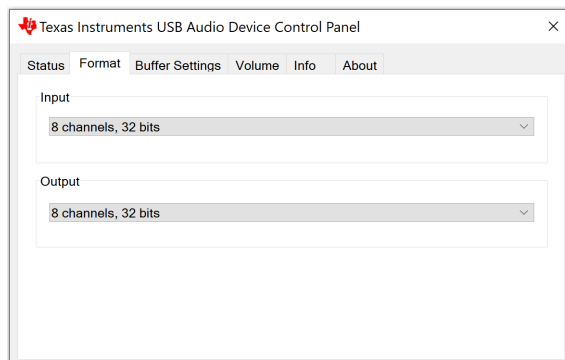

图 3-2. 德州仪器 (TI) USB 音频设备控制面板
使用 USB 音频接口时，德州仪器 (TI) USB 音频设备控制面板将打开，其中输入设置将配置为 8 声道 32 位，如图 3-2 所示。对于 USB 音频，也必须在 EVM 上使用 32 位模式。